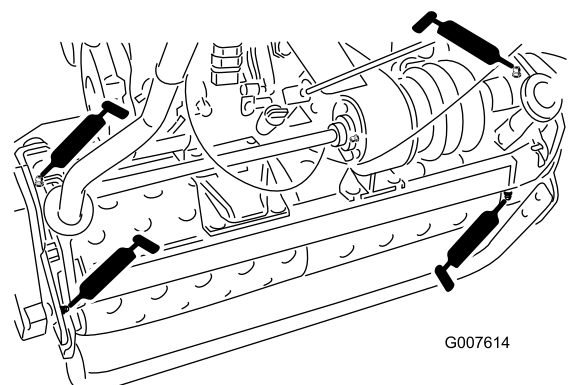

図 17
- ・ ドラムのアクスル (2ヶ所) (図 17)
- ・ デファレンシャル (3ヶ所) (図 17)